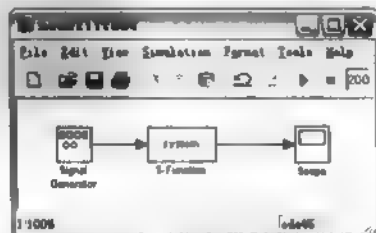

图 11.11 Simulink 模型图
(4) 搭建 Simulink 模型。保存为 model1to04.mdl。如图 11.11 所示。